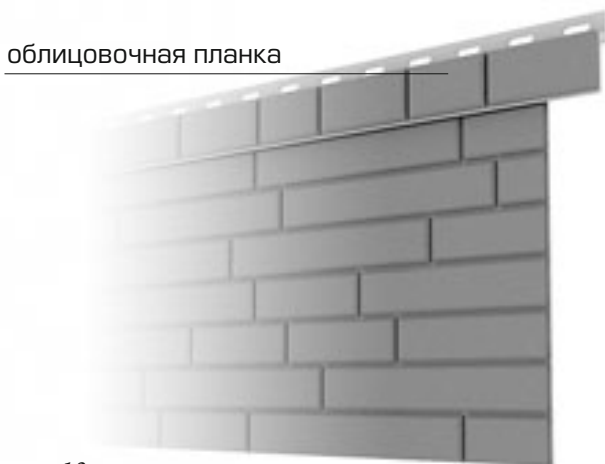

рис. 13
5. Завершающим элементом крепления фасадных панелей является облицовочная планка, которая просто накладывается поверх панели и крепится на обрешетку с помощью гвоздей или шурупов через пазы соединения (рис. 13).
В монтажные пазы наличника вставляется следующая фасадная панель (рис. 13) и далее осуществляется отделка всего здания.